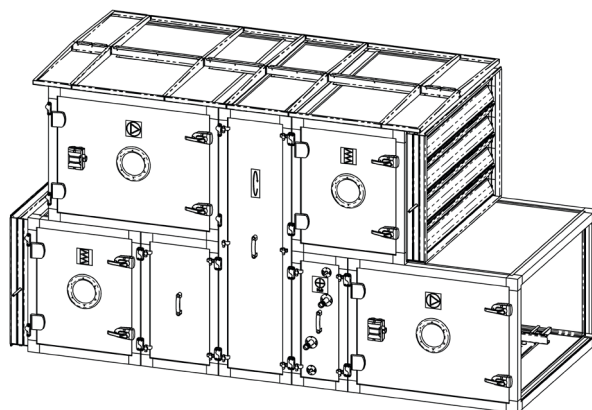

Abb. 5.3
4. Montieren Sie die andere Seite des Rahmens auf die gleiche Weise wie die erste. Die vollständige Rahmenmontage ist in Abbildung 5.3 dargestellt.